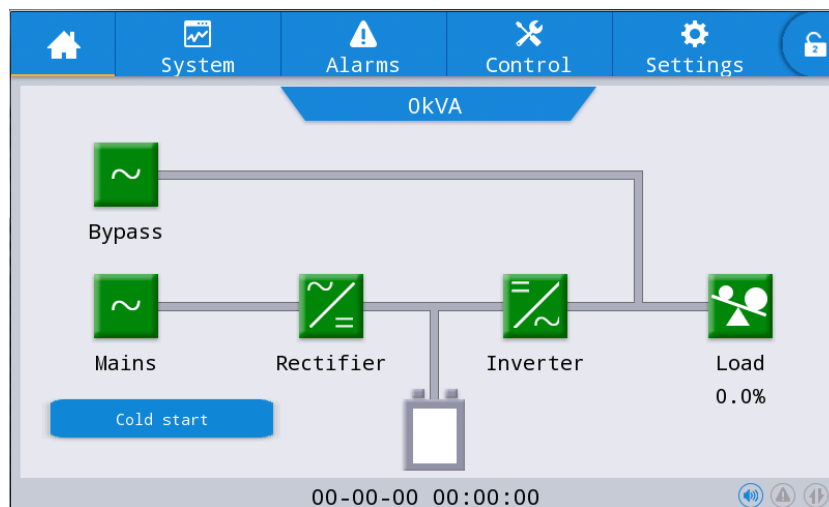

Fig. 5-1 The cold start button in LCD
3. A continuación, pulse el botón de arranque en frío en la LCD, como se muestra en la Fig. 5-1. El SAI arrancará y el sistema pasará a modo batería en 30 s.